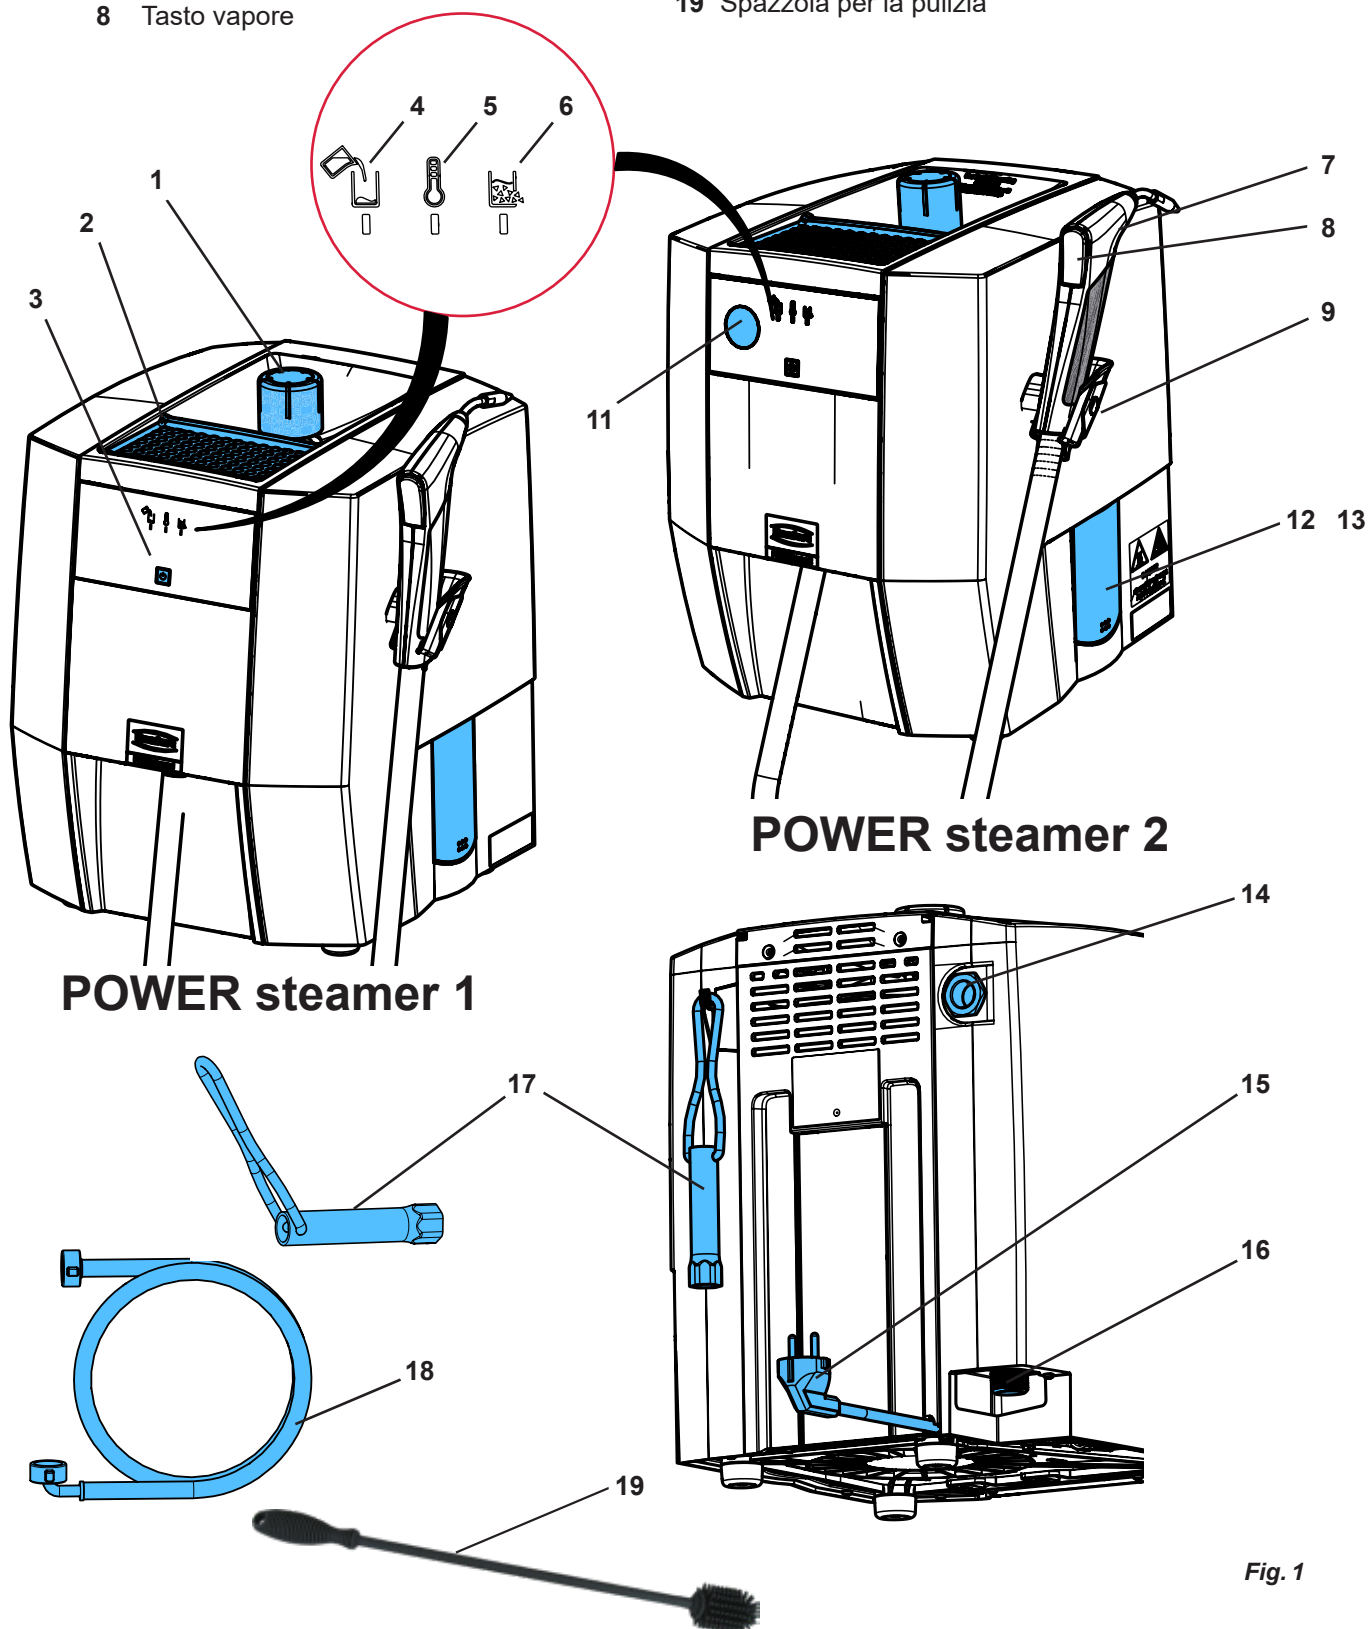

Fig. 1
- ▶ Posizionare l'apparecchio in modo che non vi sia pericolo in caso di fuoriuscita di vapore dall'apertura di scarico (14, Fig. 1) della valvola di sovrappressione.
I modelli in gesso o i modelli di rivestimento possono essere appoggiati sul ripiano modelli (2, Fig. 1) per l'asciugatura.
⇒ Avvitare il tappo del serbatoio (1, Fig. 1).
Posizionare l'apparecchio in modo che non vi siano pericoli in caso di fuoriuscita di vapore dallo scarico della valvola di sovrappressione (14, Fig. 1) (ad es. non posizionare l'apparecchio davanti a una presa di corrente).
L'apertura di scarico della valvola di sovrappressione (14, Fig. 1) non deve essere otturata o bloccata in alcun modo.
Pericolo dovuto a vapore pressurizzato! Prima di aprire la chiusura di ispezione, assicurarsi che il serbatoio a pressione sia stato depressurizzato. A tal fine, aprire e rimuovere il tappo del serbatoio (1, Fig. 1).
- ⇒ Posizionare l'apparecchio in modo da scaricare l'acqua dall'apertura di ispezione (12/13, Fig. 1) in un lavabo.